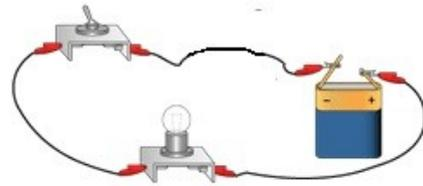

figure 1
1) Schéma du montage de la figure 1 :
Un de ces schémas ne correspond pas au montage de la figure 1 . Raye le.